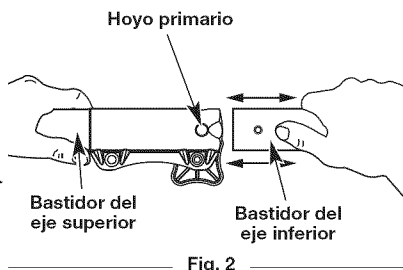

Fig. 2
2. A la vez que sostiene firmemente el accesorio, empujelo derecho hacia el interior del acoplador Convertible™ hasta que el botón de desconexión encaje sólidamente en el orificio principal (Fig. 2).
3. A la vez que sujeta la caja del eje superior, tire del accesorio recto hacia afuera del acoplador Convertible™ (Fig. 2).